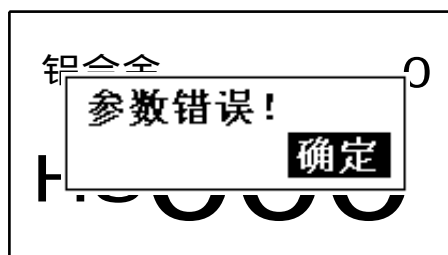

图 2
- 不是所有材料都可以转换成所有硬度制，当材料与硬度制发生冲突时仪表会给出提示框所以设置测量条件是请确认材料与硬度制的正确对应。（图 2）